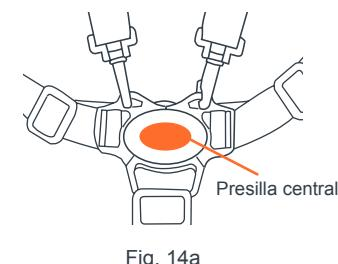

Fig. 14a
- 14)** • Para soltarlas, presione el botón rojo en la presilla central para desatar las dos hebillas del arnés (Fig. 14a).